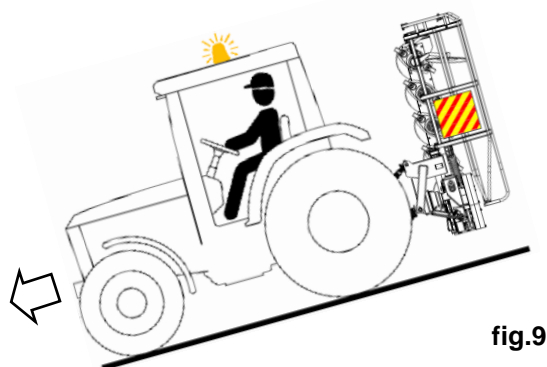

fig.9
- **se il piano è inclinato (fig.9)**, la movimentazione del macchinario (trattore + attrezzatura) deve preferibilmente risultare parallela alla direttrice del pendio.
- **if the plane is inclined (fig.9)**, the movement of the machinery (tractor + equipment) must preferably result parallel to the slope direction.